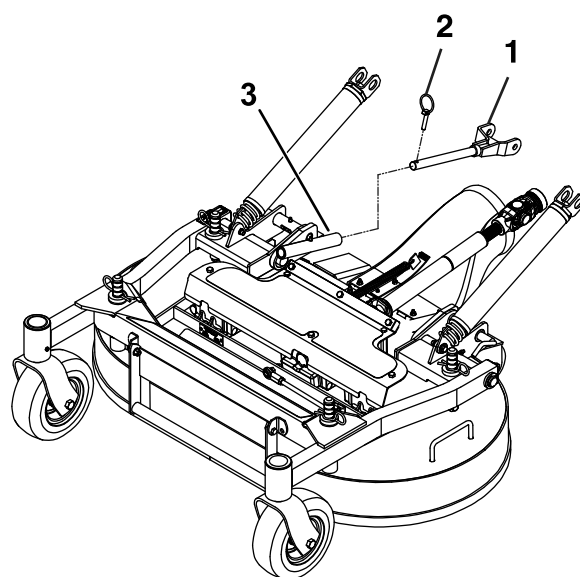

Figura 79
7. Îndepărtați tifturile de prindere din partea frontală a braelor de împingere, de pe ambele laturi ale mâinii (Figura 79).
7. Fixați braele de împingere cu tifturile de prindere de pe partea stângă și dreaptă a mainii (Figura 79).